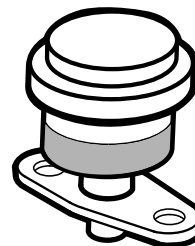

Bild 50
Warten Sie den Hauptluftfilter nur, wenn die Wartungsanzeige dies anzeigt (Bild 50). Das frühzeitige Auswechseln des Luftfilters erhöht nur die Gefahr, dass Schmutz in den Motor gelangt, wenn Sie den Filter entfernen.
1. Überprüfen Sie die Blockadeanzeige des Filters. Wenn die Anzeige rot ist, muss der Luftfilter ausgetauscht werden (Bild 50).